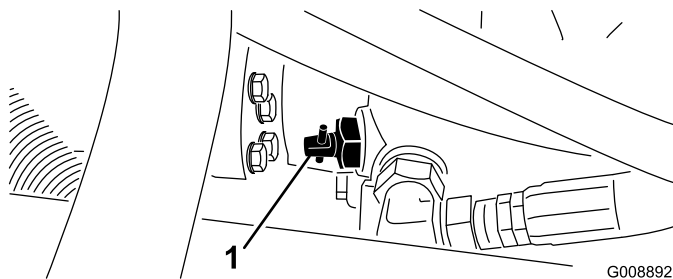

Figura 39
1. Localize a válvula de derivação na bomba (Figura 39) e rode-a 90°.